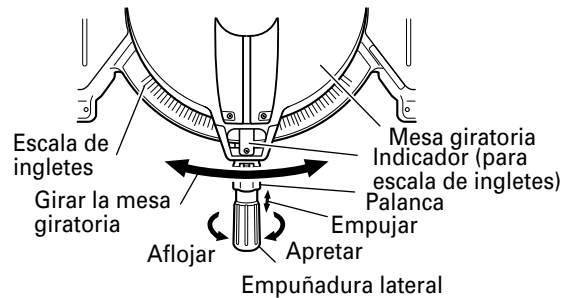

Fig. 22
- Afloje la empuñadura lateral y empuja la palanca para los topes de ángulo. Luego, ajuste la mesa giratoria hasta que el indicador se alinee con el ajuste deseado de la escala de ángulos de inglete (Fig. 22).